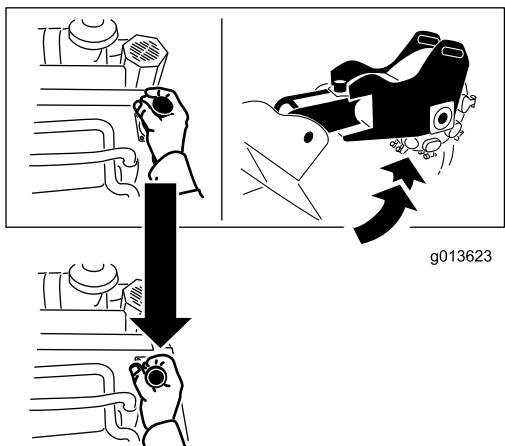

Figura 12
- Para levantar o triturador, puxe a alavanca para trás (Figura 12).